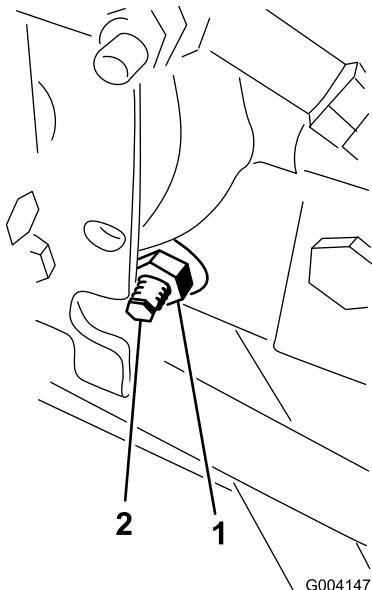

図 83
3. ハイドロスタッフの右側にあるトラクション調整カムのロックナットをゆるめる図 83。